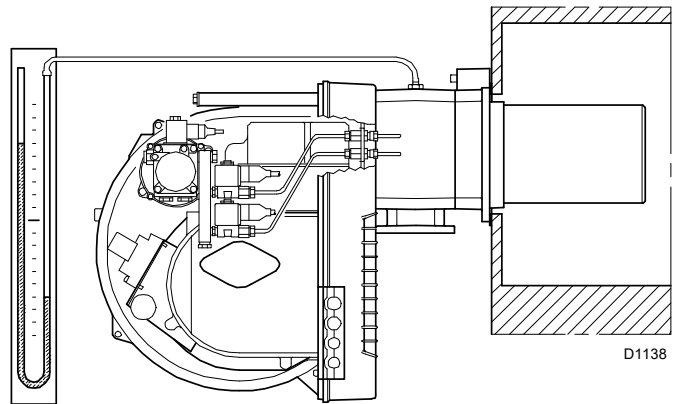

Abb. 32
- Ein U-Rohr-Manometer (Abb. 32) an der Gasdruckentnahmestelle der Muffe montieren.
Das U-Rohr-Manometer (Abb. 32) zeigt den Gaseintritt an der Muffe an.